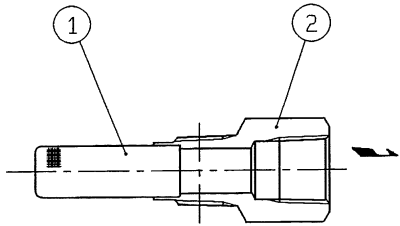

図6 FLI4型ストレーナ
FLI 4型ストレーナ(B) [図6] は、OD 3型ダイヤフラム式基本弁(A)の弁箱(15)に直接ねじ込まれていますから、アクセサリ回りを取外した後で取出すことができます。
5. 5 FLI4型ストレーナ(B) [図6]